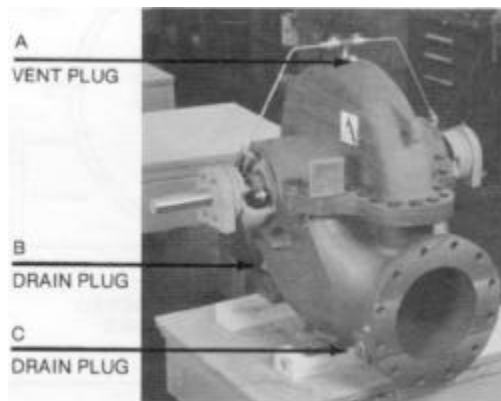

FIGURA 18 – BOMBA CON EMPAQUE
1. Drene la bomba abriendo el obturador de ventilación (A, Figura 18) y retire los obturadores de drenado (B y C) en las boquillas de succión y descarga.